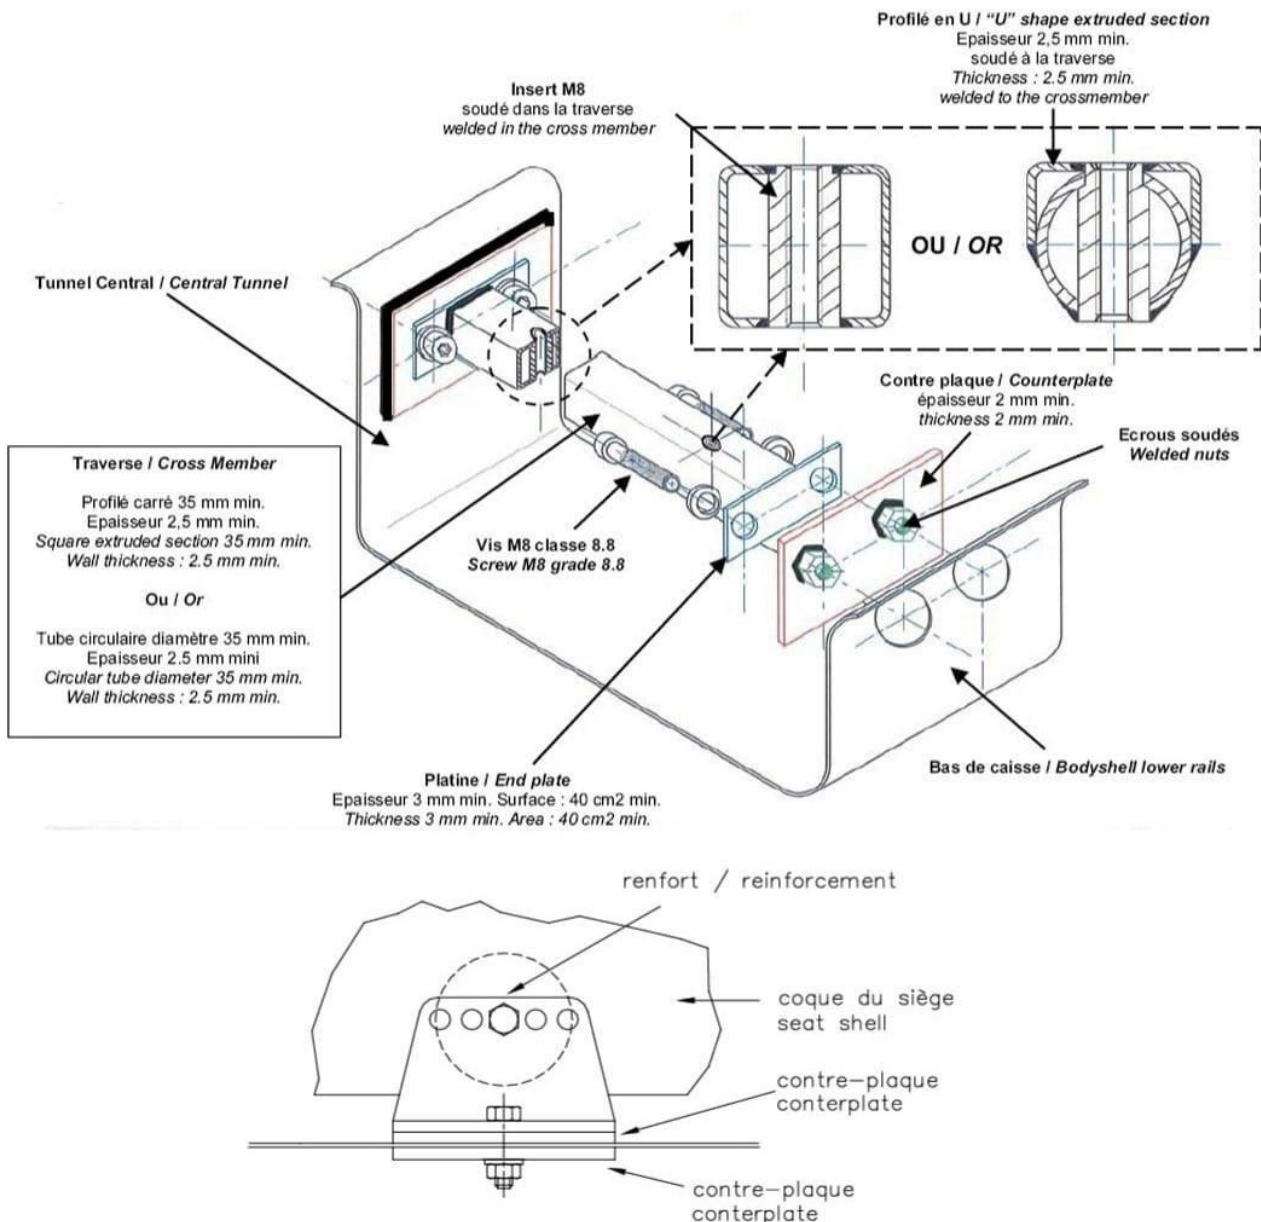

Fig 1.1
b. Prinderile de scaun realizate direct pe sasiu/caroserie, se vor fi in conformitate cu FIG 1.1
- f. Orice sistem de prindere atipic (care nu respecta normele si forma din Fig 1.1), care va fi considerat nesigur de catre comisia tehnica, va fi remediat/inlocuit pentru a permite inscrierea autovehiculului in concurs.